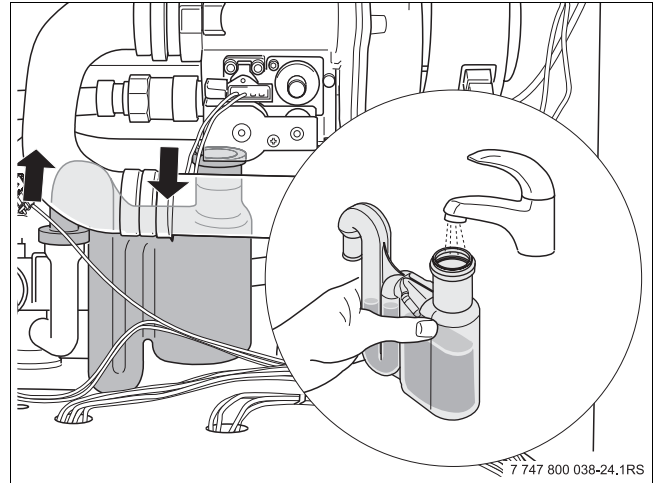

Fig. 47 Sifon uitnemen
- Vul de sifon met water door de sifon uit het cv-toestel te nemen (→ fig. 47).